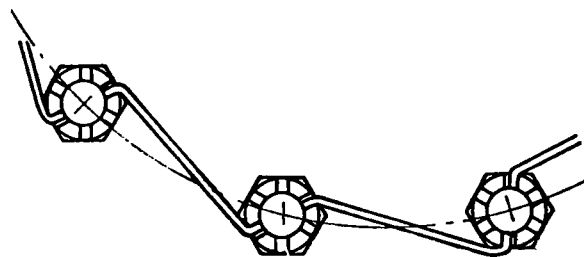
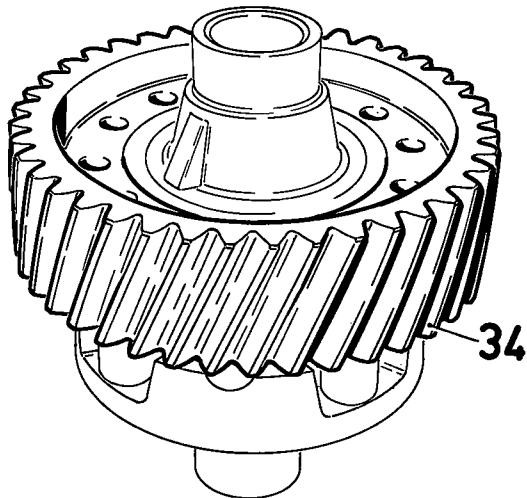

Fig. 25
Fig. 42
- Borg de moeren met een borgdraad (fig. 25).
reductietandwiel (34) (fig. 42) aan. Zorg ervoor dat de nummers op de satellietenhuisheften tegenover elkaar liggen.
- Breng de bouten (25) aan. Breng olie aan op de schroefdraad.
Breng de moeren (35) aan. Haal de moeren aan met een aanhaalkoppel van 39 mkg en borg ze door middel van borgdraad (zie fig. 25).